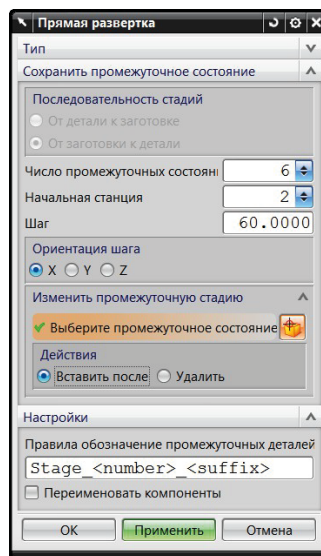

Рис. 3.28. Редактирование сборки деталей последовательной штамповки
15. В разделе **Тип** откройте задачу **Создайте промежуточные состояния** (рис. 3.28).